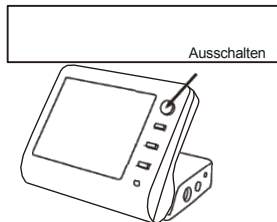

Abb. 28
- Schalten Sie das Gerät aus und schließen Sie das Messkabel an das Hauptgerät an (Abb. 28).